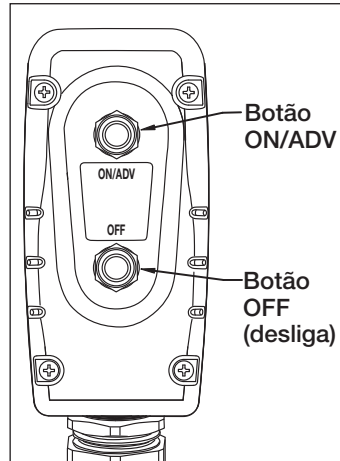

Figura 6, Botões do Controle
Ver Figura 6.
1. Para acionar a bomba, pressione o botão “ON/ADV” do controle. Ver Figura 6. O motor entrará em funcionamento automaticamente, e o torquímetro iniciará o avanço. O torquímetro continuará avançando enquanto o botão estiver pressionado. O manômetro de pressão mostrará a pressão no circuito de avanço.